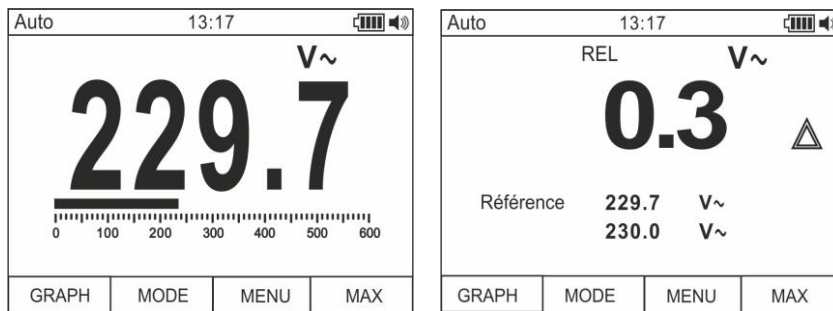

Fig. 5: Mesure relative
1. Appuyer longtemps sur la touche **HOLD/REL** pour entrer dans la mesure relative (voir Fig. 5 – partie droite). Le message « REL » et le symbole « Δ » apparaissent à l'écran